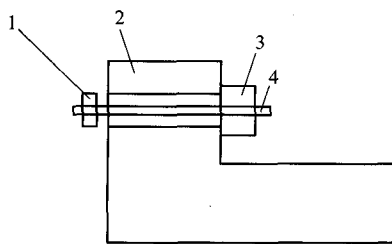

图 2
应注意：①平衡套质量宜大一些，这样可以增加其转动惯性；整个结构一定要对称，避免引入新的动不平衡。②平衡套长度根据薄壁管伸出车床主轴的长度来选择。③平衡套安装如图2所示。